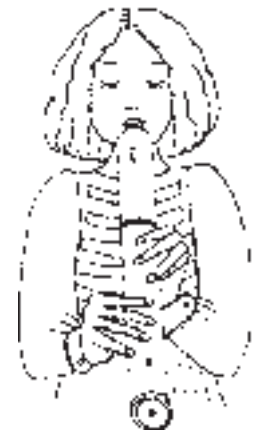

figura 15
2. Realizar en la extremidad inferior un orificio central de unos 0,5 cm de diámetro, tal como el que se aprecia en la figura 15.